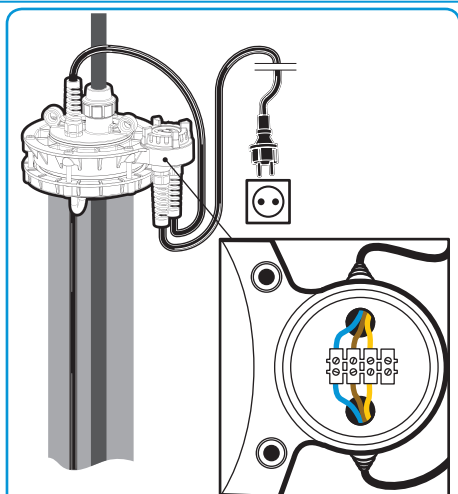

Рисунок 4.
- В оголовках с индексом «Б», имеющих базовую (стационарную) часть, в основании выполнена клеммная коробка, закрываемая резьбовой герметичной крышкой. Коробка имеет гермовводы (входят в комплект поставки) питающего сетевого кабеля и электрокабеля насоса. В коробке закреплена винтовая клеммная колодка для быстрой коммутации питающего кабеля и кабеля насоса. Подключение производится по схеме (рисунок 4).